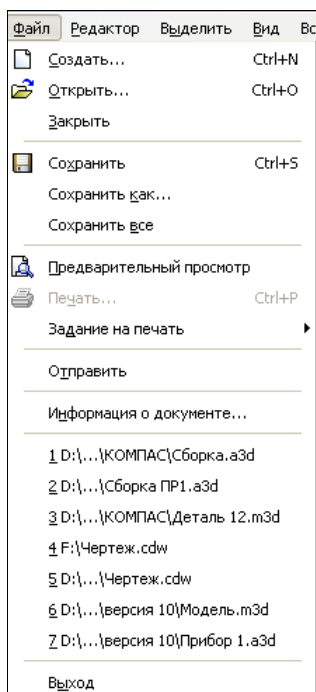

Рис. 3.2. Выпадающее меню пункта **Файл**
- ◆ **Файл** — содержит команды для открытия, сохранения, печати, экспорта в другие файлы чертежей и выхода из системы КОМПАС-3D V12 (рис. 3.2). Команды меню **Файл** не изменяются в зависимости от типа документа;